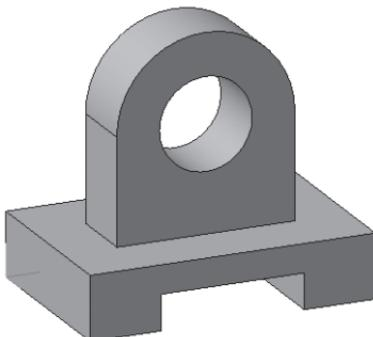

Рис. 193.
- – создайте объект (рис. 193).